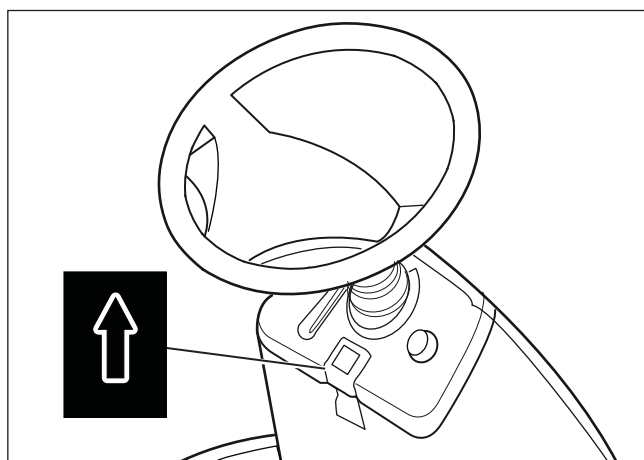

Figura 15
2. Coloque la perilla del freno de estacionamiento hacia arriba (**Figura 15**).
4. Accione el freno de estacionamiento (consulte la Figura 15).